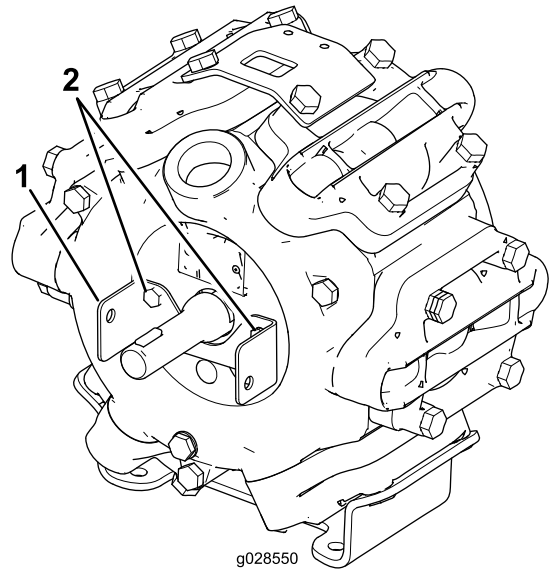

Bild 2
3. Befestigen Sie die Halterung des Antriebswellenschutzblechs mit den zwei Schrauben, die Sie in Schritt 1 entfernt haben, an der Sprühfahrzeugpumpe, wie in Bild 2 abgebildet.